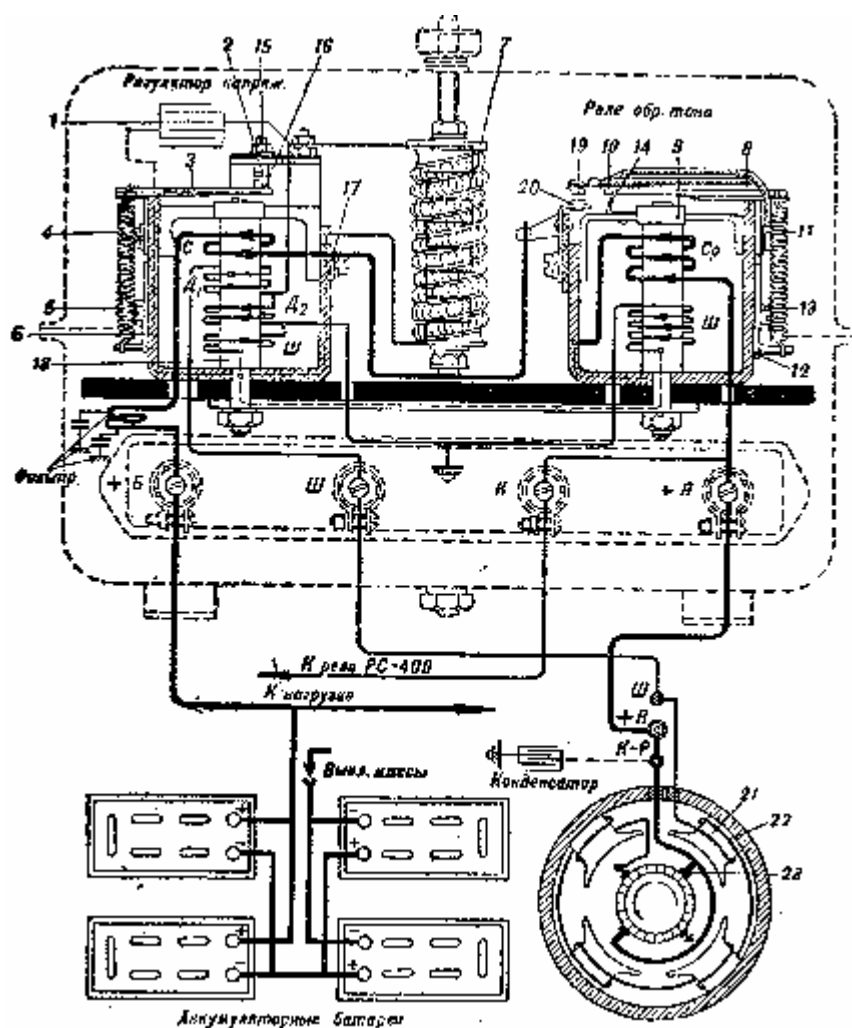

Рис. 145. Принципиальная схема соединения генератора с реле-регулятором и с аккумуляторной батареей:
Принципиальная электрическая схема соединения генератора с реле-регулятором и с аккумуляторной батареей дана на рис. 145.
Внутри корпуса укреплено четыре полюса (см. рис. 145), на которых помещены катушки возбуждения 22, изготовленные из медной эмалированной проволоки и последовательно соединенные одна с другой. Общая схема соединения катушек возбуждения генератора, отражена на рис. 145. Начало обмотки возбуждения выведено наружу корпуса генератора и присоединено к болту «Ш», а другой конец обмотки приключён к отрицательной щетке траверзы 23, которая соединена с корпусом генератора.
Оба аппарата смонтированы на общей панели из изоляционного материала и помещены в штампованной железной коробке, в нижней части которой прикреплена выводная колодка с четырьмя зажимами, обозначенными: «+Б», «Ш», «К» и «+Я». К этим зажимам подключают провода сети танка (см. рис. 145).
Магнитная система реле состоит из П-образного ярма 8 (см. рис. 145) и электромагнитного сердечника 9, укрепленных на текстолитовой панели, и железного подвижного якоря 10. Для оттягивания якоря от сердечника и размыкания контактов реле на хвостовую часть якоря надета пружина 11, нижний конец которой укреплен на штифте регулировочной планки 12. Натяжение пружины регулируют сдвижением планки вместе со штифтом посредством поворачивания эксцентрика 13. Ход якоря вверх при размыкании контактов ограничивает упорная рамка 14.
Принцип работы реле обратного тока сводится к следующему (рис. 145).
Напряжение включения зависит от расстояния между якорем и сердечником реле и от натяжения пружины 11 (см. рис. 145).
- 4) Снять крышку реле-регулятора и измерить щупом зазор между якорьком 10 (см. рис. 145) и сердечником реле 9 при разомкнутых контактах и довести его подгибанием упорной рамки 14 до 1,8...2,4 мм.
Магнитная система регулятора так же, как и реле, состоит из П-образного железного ярма 8 (см. рис. 145), электромагнитного сердечника 18 и подвижного железного якоря 3. Для оттягивания якоря от сердечника и поддержания контактов в замкнутом состоянии на хвостовую часть якоря надета пружина 4, нижний конец которой укреплён на штифте регулировочной планки 6.
Силу тока возбуждения генератора регулятор изменяет автоматически путём периодического включения и выключения «регулирующего сопротивления» 7 (см., рис. 145) в цепь обмотки возбуждения. «Регулирующее сопротивление» постоянно, подключено к обмотке возбуждения, но шунтировано контактами регулятора 2 и 16, поэтому включение и выключение его сводятся к размыканию этих контактов, которые происходят автоматически следующим образом:
Регулятор напряжения регулируется на предельное значение напряжения, автоматически поддерживаемое им при работе с генератором. Это напряжение зависит прежде всего от расстояния (зазора) между якорем 3 (см. рис. 145) и сердечником 18 и от силы натяжения пружины 4.